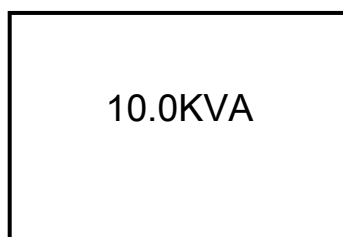

Fig.1: Display
- 1) Il display funziona quando l'UPS è alimentato o in stato di cold start. Fig1